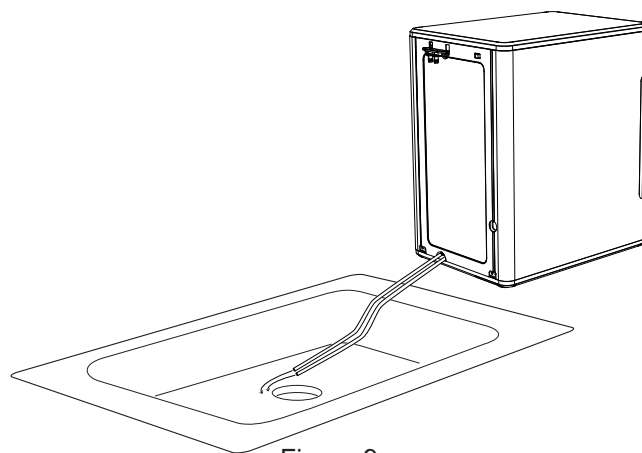

Figure 9
12. Ensuite, déposez-les pour les égoutter dans un évier ou un seau situé sous le niveau de la machine à glaçons. Voir figures 9 et 10.